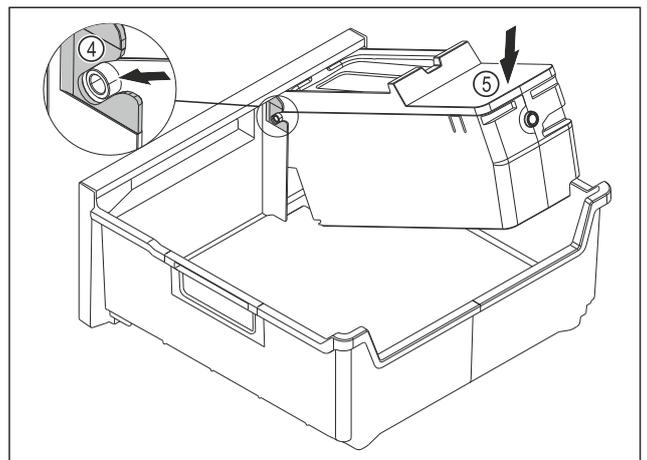

Fig. 116
- ▶ Montar el cuerpo del EasyTwist-Ice: Introducir los ejes del cuerpo del EasyTwist-Ice en las guías Fig. 116 (4).
- ▶ Presionar el cuerpo del EasyTwist-Ice Fig. 116 (5) hacia abajo por detrás.